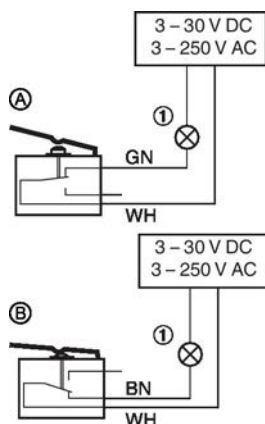

Fig. 68: Câblage pour interrupteur fin de course, exemple
- Les interrupteurs de fin de course doivent être raccordés suivant l'exemple de câblage ci-contre. Voir la Fig. 68